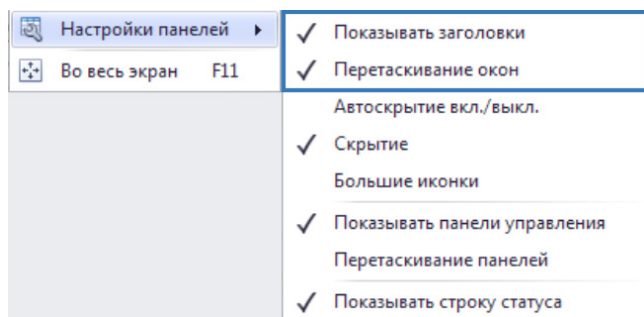

Рис.17. Настройки панелей.
- Для возможности перемещения панелей в программе должно быть разрешено перетаскивание окон и отображение заголовков. Перейдите в Главное меню – Меню «Вид» – Настройки панелей и убедитесь, что эти опции активны (**Рис.17**).
- Рабочий стол хранит также настройки окон и панелей. Настроить параметры окон пользователь может в меню «Настройки панелей», расположенном в меню «Вид» главного меню (**Рис.17**).